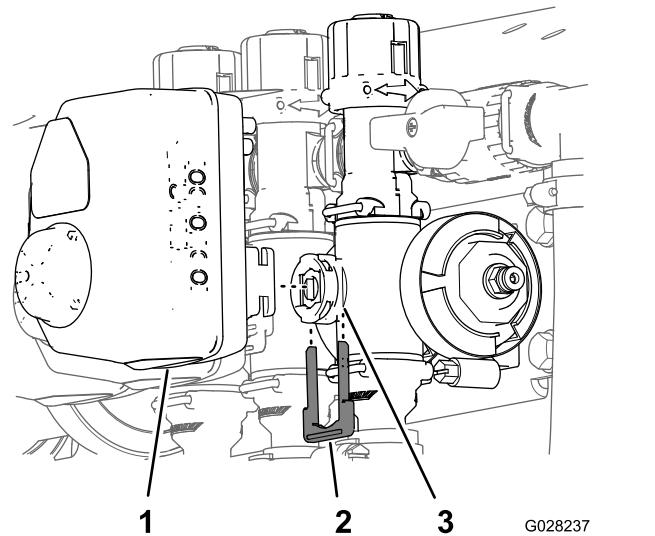

Figure 61
3. Retirez l'étrier qui fixe l'actionneur à la valve du collecteur pour le régulateur de débit, la vanne d'agitation, la vanne maîtresse des sections ou la vanne de section (Figure 61).